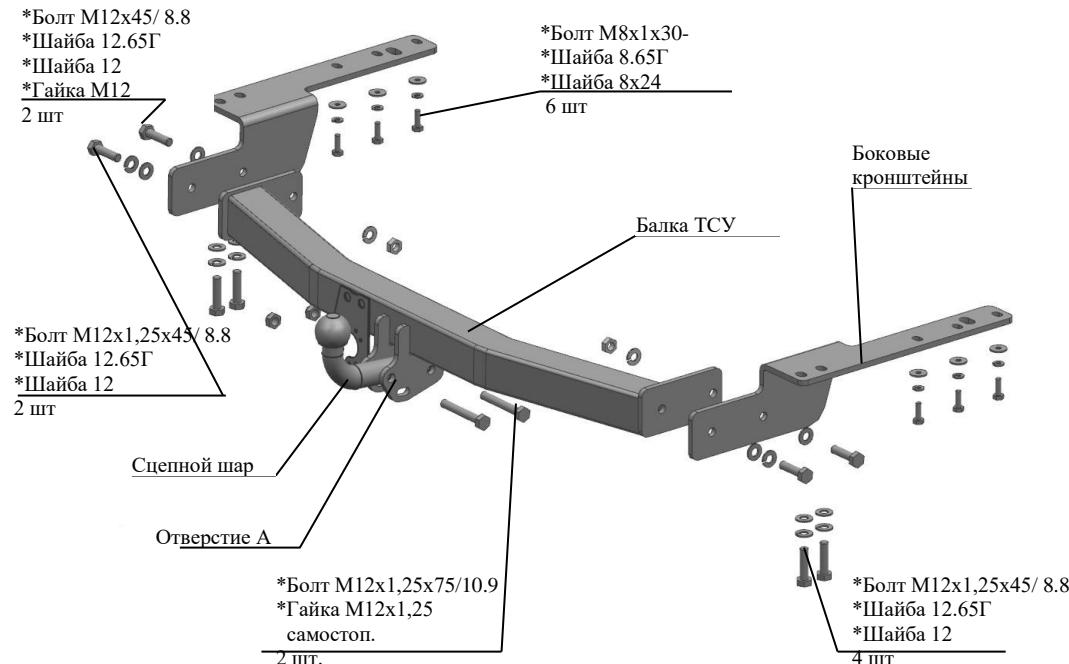

Рис.1 Тягово-сцепное устройство 7810.
2.1 ТСУ 7810 в сборе (рис.1)	1 шт.
2.2 Пакет с комплектующими (см. рис.1)	1 шт.
4.6 Закрепить сцепной шар и кронштейн крепления розетки к кронштейнам шара болтами M12x1,25x75 (класс прочности 10.9) и гайками M12x1,25 самостоп (класс прочности 10), предварительно кронштейн крепления розетки скрепить с уголком болтом M10x20 и гайкой M10 самостоп – на рис.1 условно не показано.